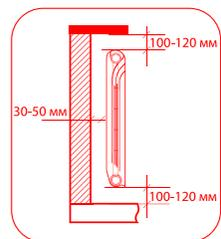

рис. 1
1. Для эффективной р боты р ди тор необходимо соблю дь монт жные р сстояния, ук з нные н рис.1.